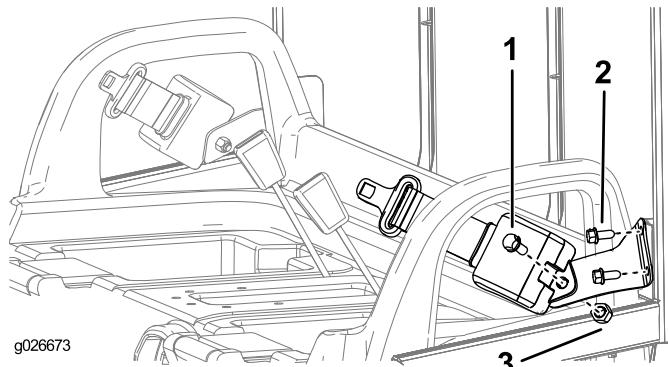

Figure 7
- Montez un support de ceinture de sécurité sur chacune des pattes du ROPS au moyen de 2 boulons (3/8 po), comme montré à la Figure 7.
- Fixez l'extrémité rétractable de chaque ceinture de sécurité à chaque support d'ancrage au moyen d'un boulon (7/16") et d'un écrou (7/16"), comme montré à la Figure 7.